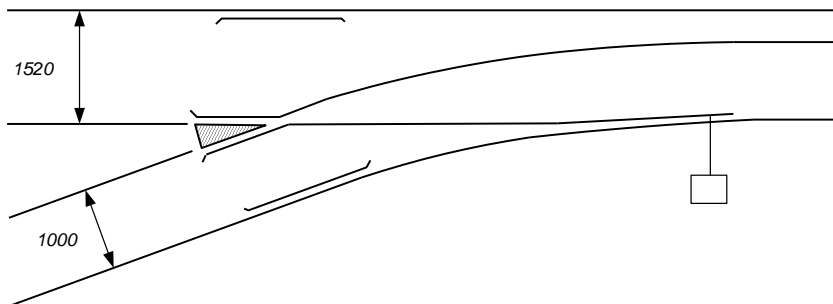

Рисунок 12 – Совмещение путей
**Совмещение путей** (рисунок 12) – соединение путей колеи 1520 мм и узкой колеи при подходе этих путей к общим складам, перегрузочным платформам и т. д. Совмещение путей на трех нитках пути осуществляется укладкой крестовины и остряка.